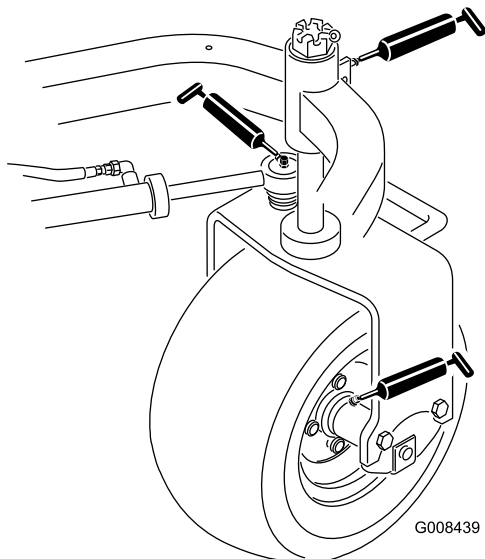

Figure 34
- Moyeu de roue arrière (1) (Figure 34)
- Roulement de roue pivotante (1) (Figure 34)
- Vérin de direction (2) (Figure 34)